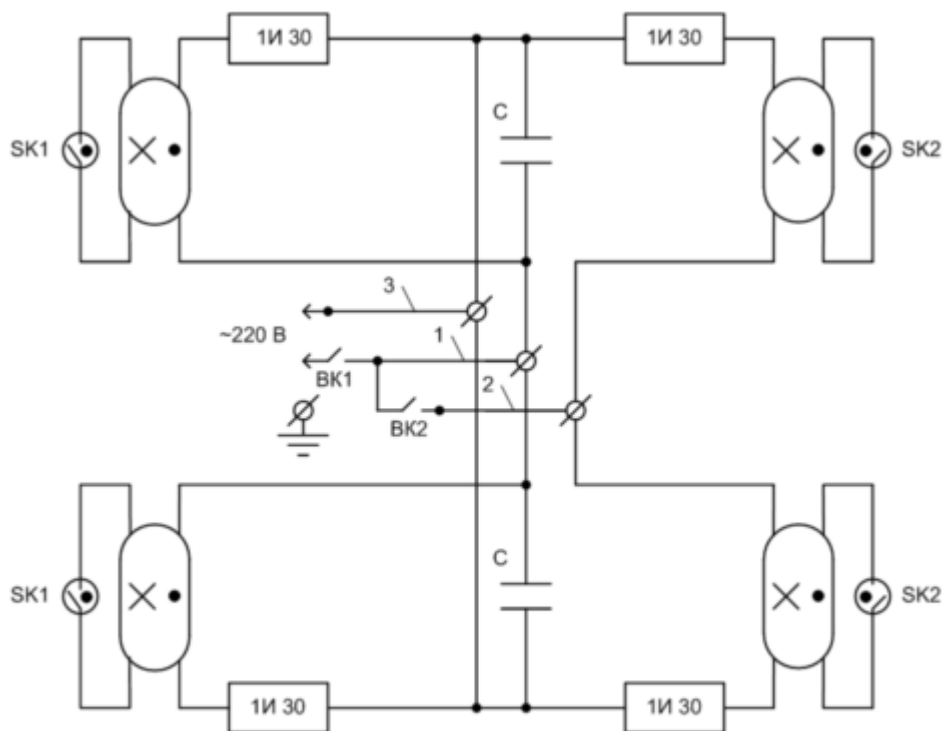

Рис. 2. Принципиальная электрическая схема и схема подключения.
5.5. Выключатель для открытых ламп ВК2 (см. рис. 2) должен устанавливаться вне обслуживаемого помещения.
- 6.4. Подсоединить облучатель к сети в соответствии с электрической схемой рис. 2, при этом необходимо учитывать следующее: